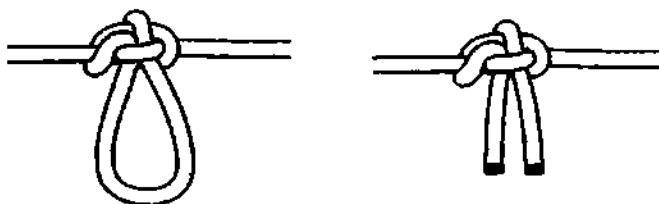

Рис. 242. Крестьянская петля и крестьянский узел для связывания двух концов.
*Крестьянская петля* быстро вяжется, легко запоминается, и отлично держит при тяге во всех трёх направлениях (рис. 242). Петля может быть завязана как на середине, так и на конце троса.